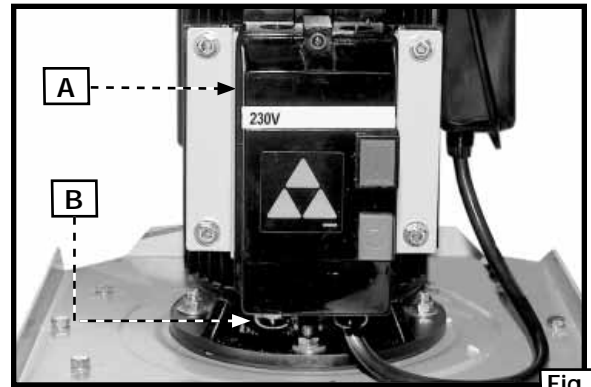
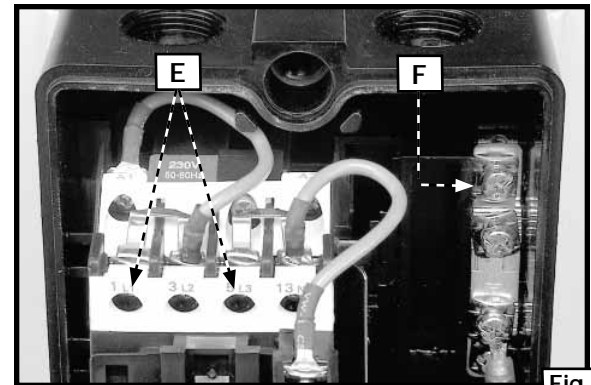

Fig. 17
Fig. 18
1. Retirer le couvercle du contrôleur (A) fig. 17.
2. Passer le fil monophasé par le trou d'accès (B) fig. 17, au bas du boîtier du contrôleur puis relier les deux fils actifs aux bornes (E) fig. 18, et le fil vert à la vis de mise à la terre (F).